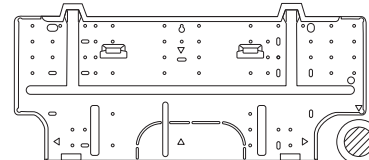

Fig. 3-38
- (1) Fixer le panneau arrière au mur avec les 8 vis fournies. (Fig. 3-38)